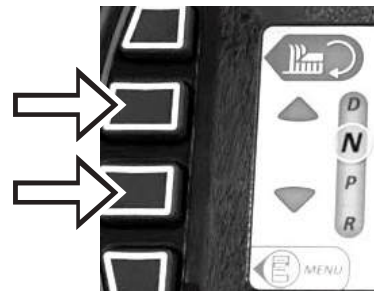

Abb. 14B - Fahrmodus einstellen
3. Auf dem Display die gewünschte Fahrart (Drive (D) oder Reverse (R)) wählen (Abb. 14B). Die Farbe von „Antrieb Start/Stopp“ wechselt von Grau zu Grün.